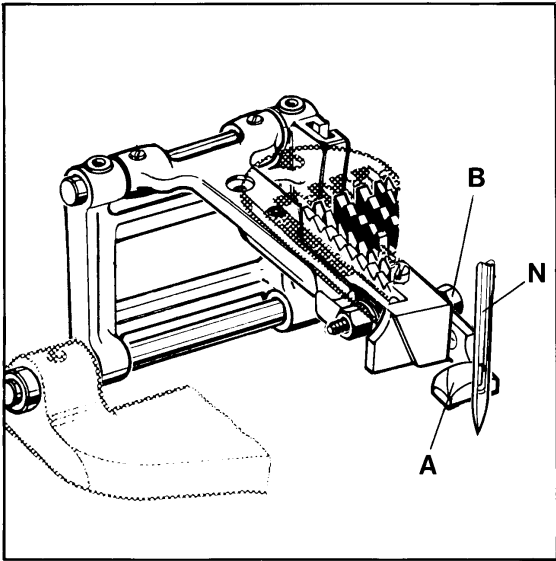

Fig. 17
Rotate handwheel in operating direction until the rear needle guard (A, Fig. 17) is in its most forward end position. In this position its guarding surface should just contact the back of needle (N) without deflecting it.
After loosening screw (B, Fig. 17) the rear needle guard (A) can be moved accordingly to the front or to the rear. Retighten screw.
Drehen Sie das Handrad in Nährichtung bis der hintere Nadelanschlag (A, Fig. 17) in seiner vordersten Endstellung ist. In dieser Stellung soll seine Schutzfläche die Rückseite der Nadel (N) gerade berühren, ohne sie abzulenken.
Nach Lösen der Schraube (B, Fig. 17) kann der hintere Nadelanschlag (A) entsprechend nach vorne oder hinten geschoben werden. Ziehen Sie die Schraube wieder an.